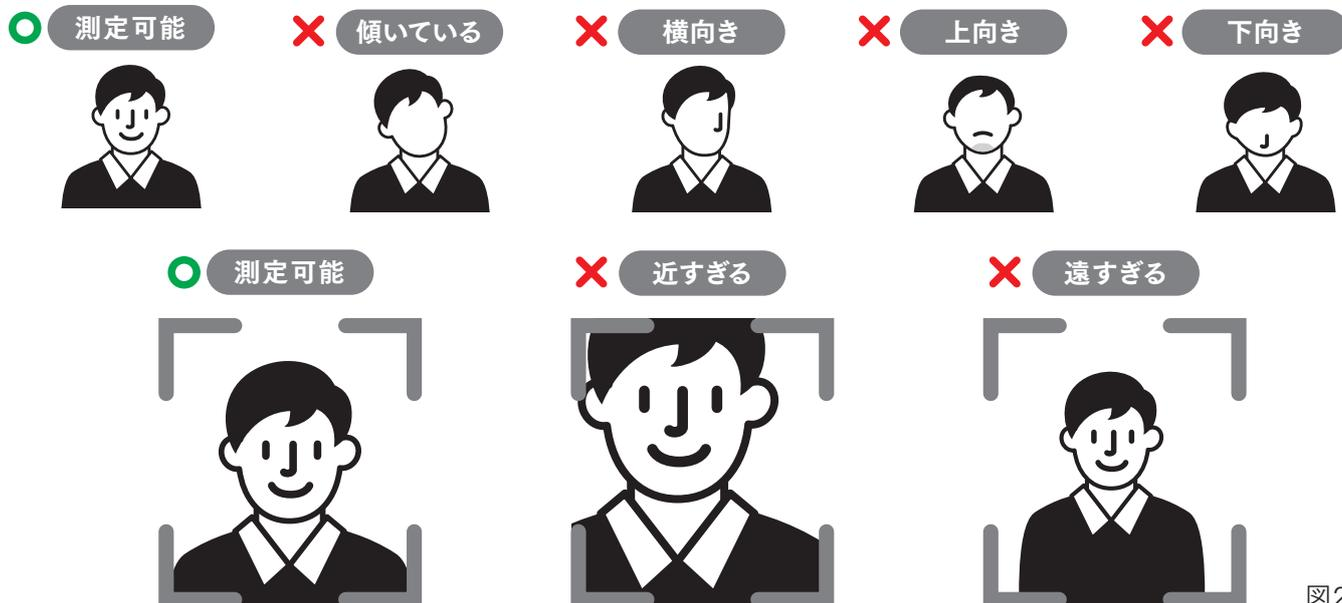

図2
- 顔を記録するとき、または顔を認識しているときは、顔をカメラに近づけたり遠ざけたりしないでください。(4ページ図2参照)